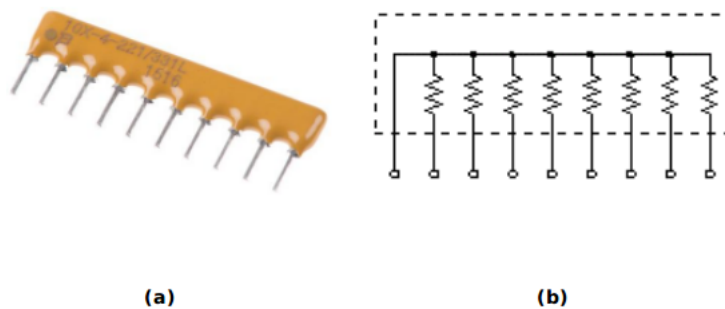

Figura 29: (a)Exemplo do componente físico "Array de Resistores". (b) Exemplo da simbologia do componente "Array de Resistores".
- *Array* de resistores - conjunto de diversos resistores encapsulados em um componente, como pode ser observado na Figura 29;